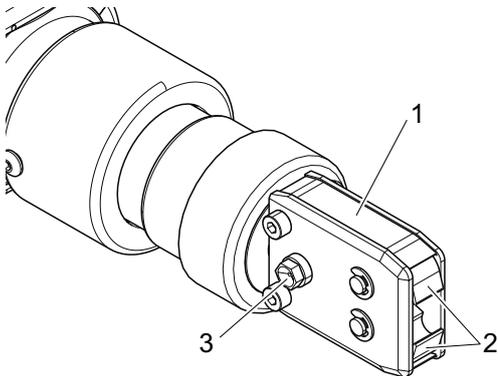

Abb. 24: Schmieren des Zangenkopfes
2. Schmieren Sie den Zangenkopf (Abb. 24/1) über den Schmiernippel (Abb. 24/3) mithilfe einer Fettpresse mit dem Spezialschmiermittel RENOLIT LX 2.
3. Überprüfen Sie die Zangenbacken (Abb. 24/2) auf Verschleiss und Brüche an den Klemmstellen und tauschen Sie sie ggf. aus (Artikel-Nr. siehe Werkzeugkatalog).